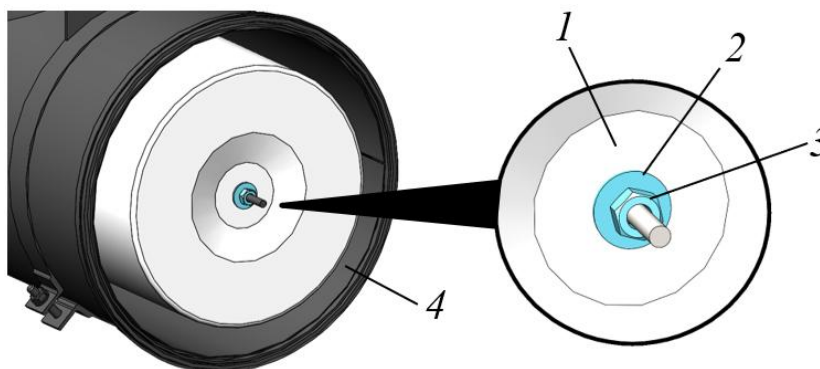

Рисунок 5.32. Извлечение основного фильтрующего элемента из корпуса фильтра
- ▶ Ключом (S=17) открутить гайку крепления фильтра 3, снять шайбу 2 и извлечь из корпуса фильтрующий элемент 1, рис. 5.32. **Вместо гайки 3 может устанавливаться гайка-барашек.**